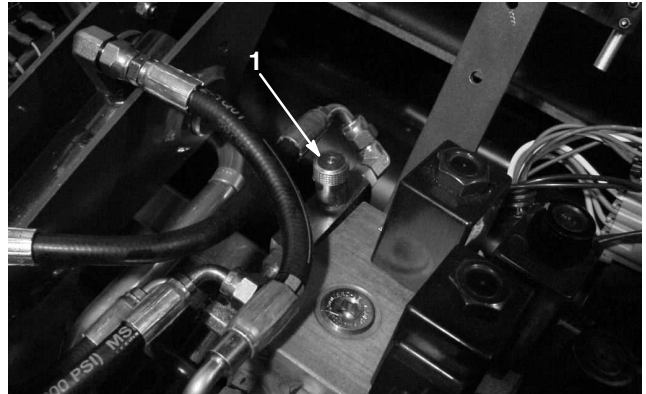

**Figure 53**
1. Desserrez l'écrou de la vis de blocage (Fig. 53).